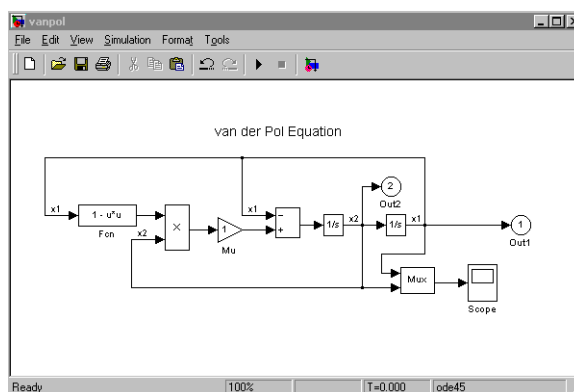

Abbildung 6.3: Modell der van-der-Pol Differentialgleichung
- Erstellen Sie ein Modell (vgl. Abb. 6.3) der nichtlinearen van-der-Pol1 Differentialgleichung